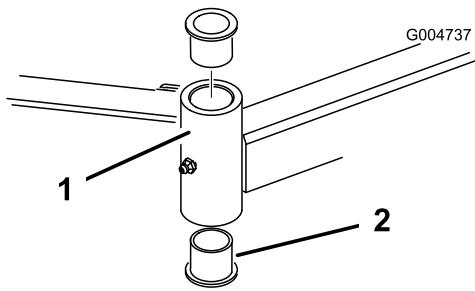

Figura 76
4. Introduza um punção para cavilhas na zona superior ou inferior do tubo de montagem e retire o casquinho para fora do tubo (Figura 76). Retire igualmente o outro casquinho do tubo. Limpe o interior dos tubos para remover a sujidade.